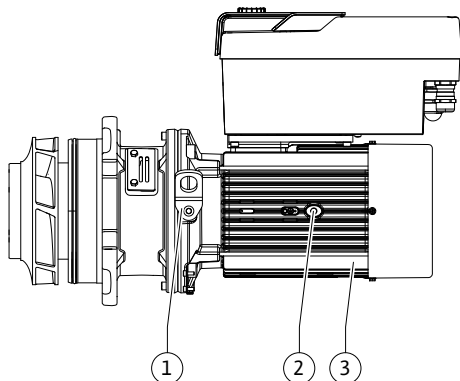

Fig. 107: Głowica silnika
13. Wprowadzić głowicę silnika (patrz Fig. 107) w korpus pompy w poprzedniej lub innej pozycji kątowej. Należy przy tym przestrzegać dopuszczalnych położeń montażowych elementów. „Dozwolone położenie montażowe i zmiana rozmieszczenia elementów przed instalacją” [► 396]).